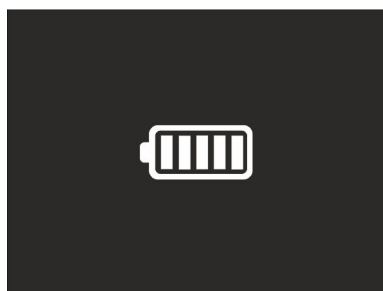

Fig. 51: Indication de la charge complète de la batterie
3. Lorsque le symbole «  » est allumé en permanence, le processus de chargement est terminé (voir Fig. 51)